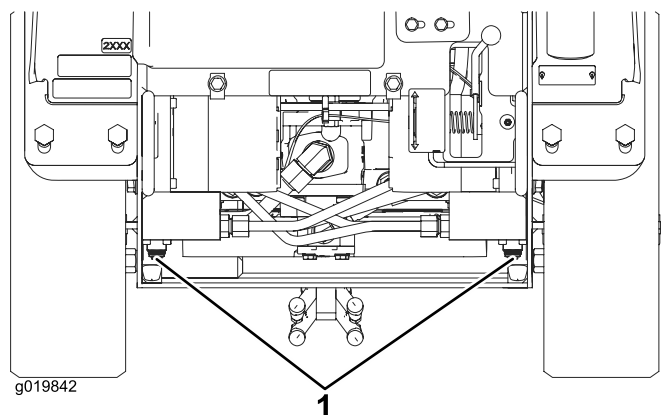

Figura 19
4. Con l'aiuto di una chiave, girate due volte in senso antiorario le valvole per il rimorchio situate sulle pompe idrauliche (Figura 19).